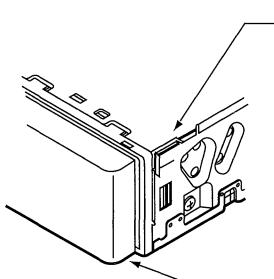

Figure 5/Figure 5/Figura 5
1. Bend the stopper from the source unit. (Figure 5, 6)
1. Coubez la butée de l'appareil source. (Figure 5, 6)